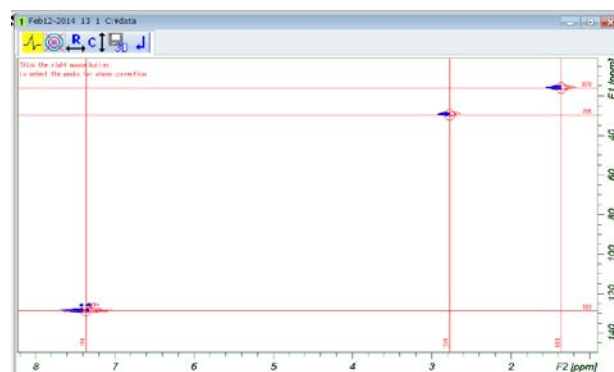

図 66. 複数のピークを選択した状態。
d. b～c の操作を繰り返し、最初に選んだピークから離れた位置になるピークをもう一つ選びます (図 66)。